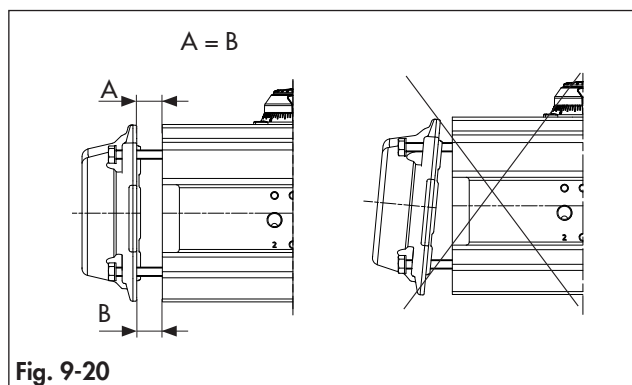

Fig. 9-20
- Monte as tampas das extremidades como mostrado na Fig. 9-20 mantendo uma distância constante ($A = B$) entre o corpo do atuador e a interface da tampa da extremidade.